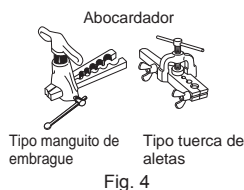

Fig. 4
- 4) Labores de abocardamiento (Fig. 4, 5). Sujete firmemente el tubo de cobre de la dimensión que se muestra en la tabla. Selección A mm en la tabla según la herramienta que emplee.